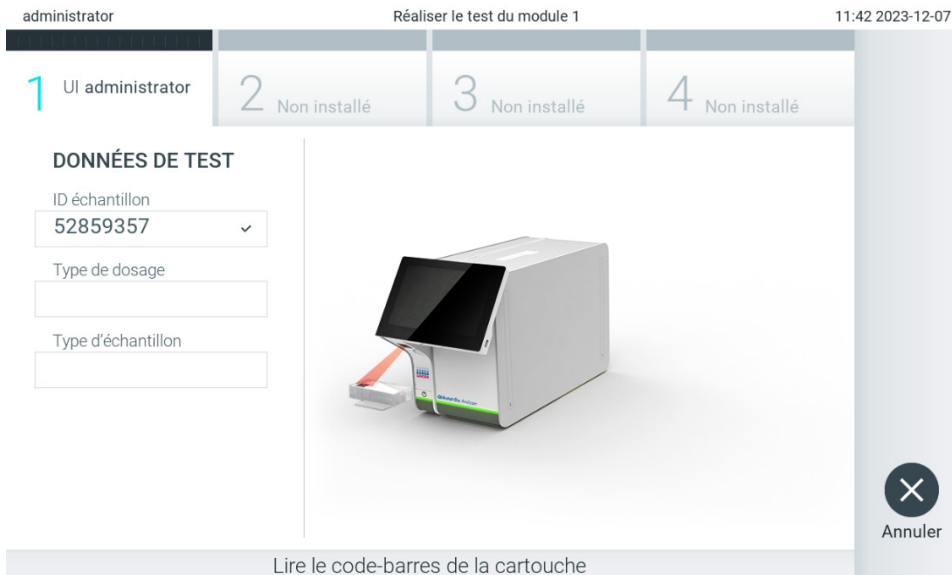

Figure 24. Lecture du code-barres de la cartouche de dosage QIAstat-Dx.
3. Lorsque vous y êtes invité, scannez le code-barres de la cartouche de dosage QIAstat-Dx à utiliser. Le QIAstat-Dx Analyzer 2.0 reconnaît automatiquement le dosage à effectuer, en fonction du code-barres de la cartouche de dosage QIAstat-Dx (figure 24).
Remarque : utilisez le code-barres présent sur le côté de la cartouche (comme l'indique la figure 24) et non celui de l'emballage des cartouches.